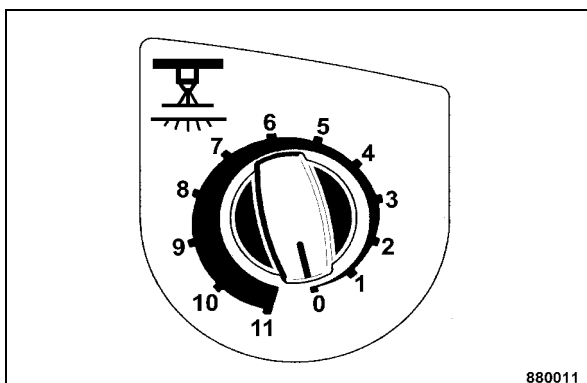

Fig. 85
- Pour arrêter l'arrosage sous pression, tourner l'interrupteur pour arrosage par intervalles (Fig. 85) sur position "0".